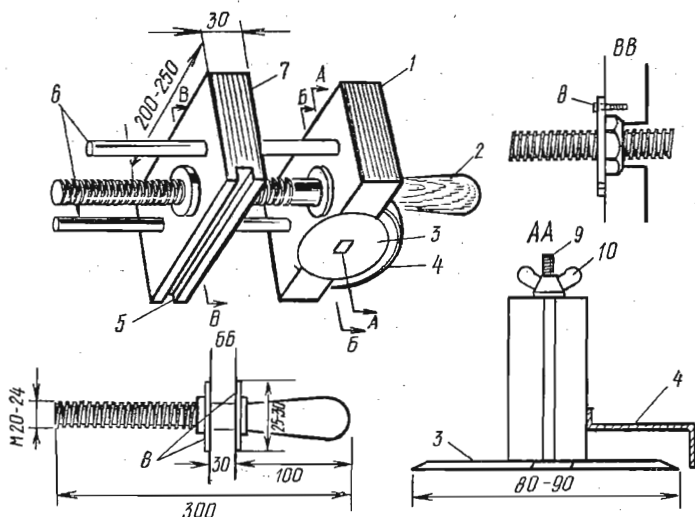

Рис. 24. Гобель:
**Станок с круглым ножом — гобелем** (рис. 24), работающим в паре с деревянными тисками, предназначен для обрезки книжного блока. Станок состоит из двух деревянных колодок (одна с нарезкой, другая без нарезки), винта, направляющих стержней и круглого ножа.